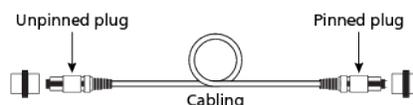

Abbildung 2. Stecker mit und Stecker ohne Führungsstift an Enden (Permanent Link)
- Kein Führungsstift an einem Ende und Führungsstift am anderen Ende des Kabels (siehe Abbildung 2),